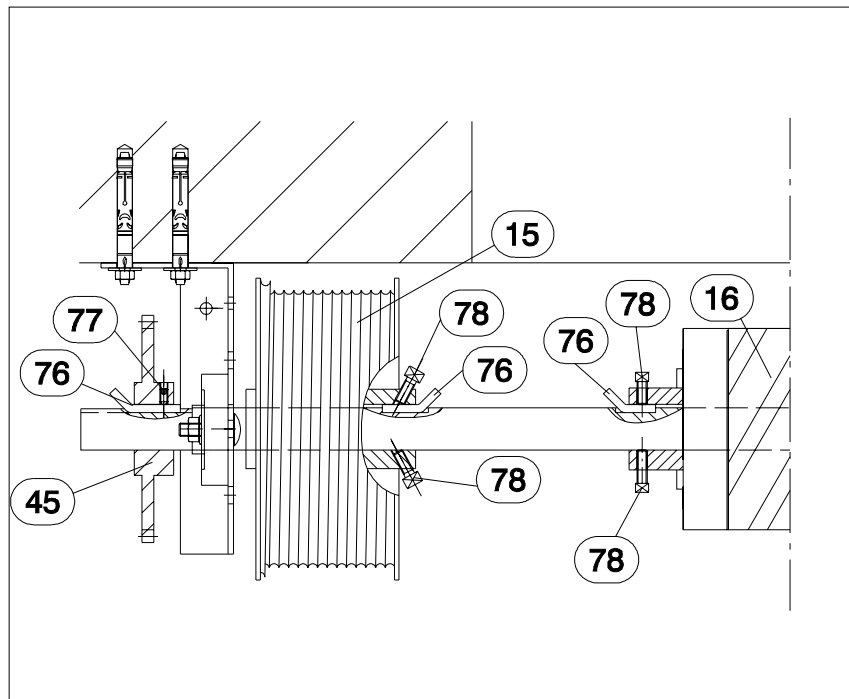
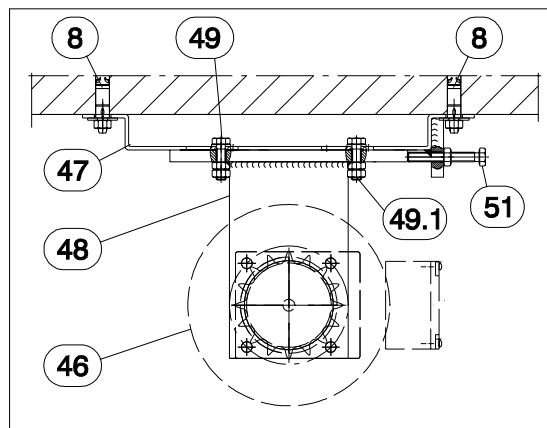

Abb. 19
Abb. 20
- Nach einwandfreiem Probelauf des Tores von Hand, das vormontierte Kettenrad (45) lösen.
- Die am Antrieb (46) vormontierte Deckenkonsole (47) nach der in etwa vorgegebenen Flucht des Kettenrads (45) durch das vorgegebene Lochbild mittels Schwerlastanker FH 12/10 B (8) an die Decke befestigen (s. Abb.20).
- Danach den Antrieb (46) mit der vormontierten Antriebskonsole (48) durch das vorgegebene Lochbild mittels Sechskantschraube M8x30 mit Sechskantmutter, Kontermutter (49.1) und Scheibe (49) an Deckenkonsole (47) befestigen (s. Abb. 20)
- Die Kette (50) ablängen, zusammensetzen und mit einem Spannschloss versehen.
- Durch das Lösen der Sechskantschraube M8x30 mit Sechskantmutter, Kontermutter (49.1) und Scheibe (49) an der Deckenkonsole (47) und betätigen der Stellschraube (51) die Kette (50) spannen (s. Abb. 20).
- Nach dem Spannen der Kette (50), die Verschraubung (49) über die Kontermuttern (49.1) sichern (s. Abb. 20).
- Danach das Kettenrad (45) mit Keil (76) und Innbusschraube (77) fixieren und festsetzen (s. Abb. 19).
- Die am Antrieb (46) vormontierte Deckenkonsole (47) nach der in etwa vorgegebenen Flucht des Kettenrads (45) durch das vorgegebene Lochbild mittels Schwerlastanker FH 12/10 B (8) unter die Decke befestigen (s. Abb. 20).
- Danach den Antrieb (46) mit der vormontierten Antriebskonsole (48) durch das vorgegebene Lochbild mittels Sechskantschraube M8x30 mit Sechskantmutter, Kontermutter (49.1) und Scheibe (49) an Deckenkonsole (47) befestigen (s. Abb. 20).
- Nach dem Spannen der Kette, die Verschraubung (49) über die Kontermuttern (49.1) sichern.